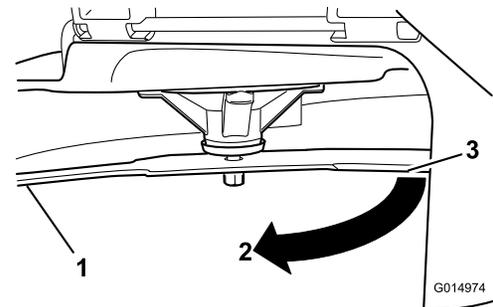

Figura 45
- Gire la misma cuchilla 180 grados de manera que el otro filo de corte esté en la misma posición (Figura 45).